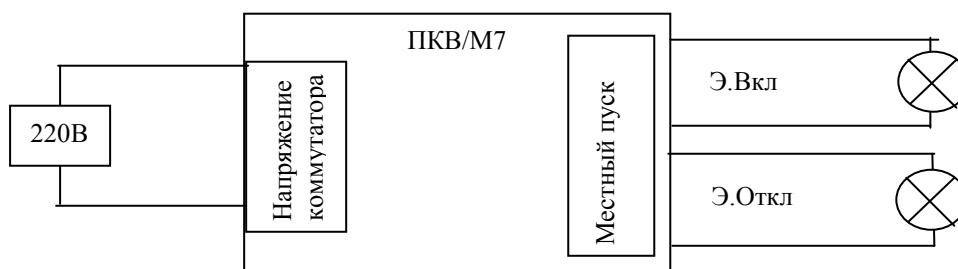

Рис. 5. Проверка работоспособности силового коммутатора
- 9.2.7. Подключите кабель местного пуска к двум лампам накаливания, рассчитанным на напряжение сети питания в соответствии с рис. 5. Подключите кабель питания силового коммутатора к сети питания. Переведите прибор в режим НАСТРОЙКА ИЗМЕРЕНИЯ, установите тип пуска «Местный», тип цикла ОВ и установите максимальные длительности операций. Переведите прибор в режим ИЗМЕРЕНИЕ. Визуально, по вспышкам, проконтролируйте подачу напряжения на лампы накаливания.